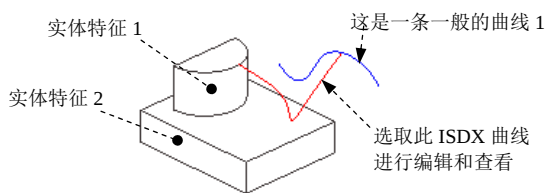

图 10.2.23 选择 ISDX 曲线
(1) 单击图工具栏中的  按钮，在弹出的界面中取消选中  轴显示、 坐标系显示 和  平面显示 复选框，使基准轴、坐标系和基准平面不显示。
(2) 单击  按钮，然后选择 VIEW_1 视图。
Step5. 单击  样式 功能选项卡  曲线 区域中的“曲线编辑”按钮  曲线编辑，选取图 10.2.23 中的 ISDX 曲线。